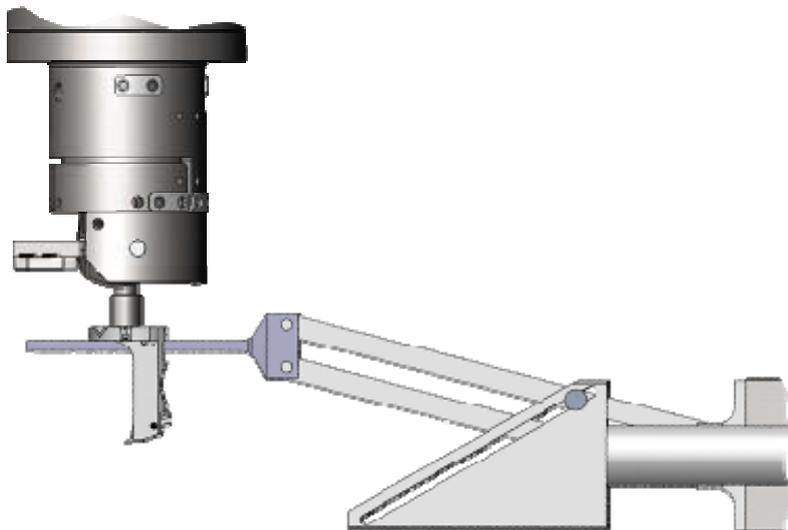

Рис. 5-20
14. Переместите кронштейн вверх до тех пор, пока зондовая головка не зафиксируется на магните штока (Рис. 5-20).